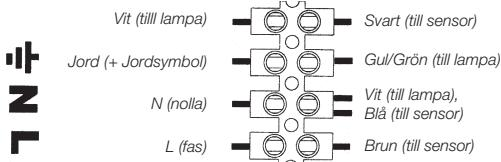

Fig. 2B
- Tag bort locket till kopplingsboxen, tag bort kabelgenomföringen och dragavlastningen, dra in anslutningskabeln (3G 0,75) genom kabelgenomföring och gummiträning. Anslut nätkabelns tre ledare till kopplingsplint, fas, nolla, skyddsjord (Fig. 2B). Se märkningen i kopplingsboxen.